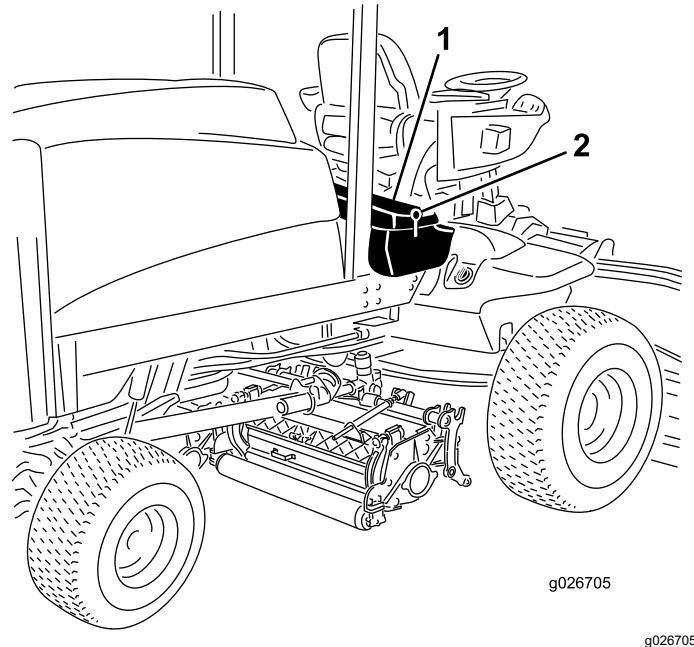

Figure 80
1. Déverrouillez et soulevez le panneau de la console (Figure 80).